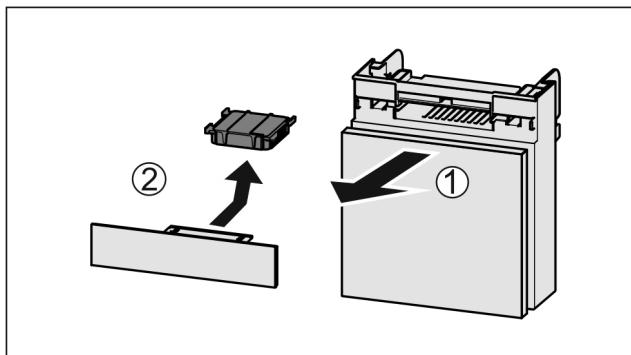

Fig. 74
- Fach nach vorne herausziehen Fig. 74 (1).
- Aktivkohlefilter entnehmen Fig. 74 (2).